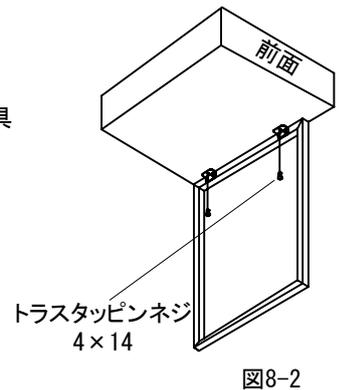

図8-2
- ③ドレッサーユニットの後面、側面に合わせて所定のネジでドレッサー脚を取付けてください。(図8-2)